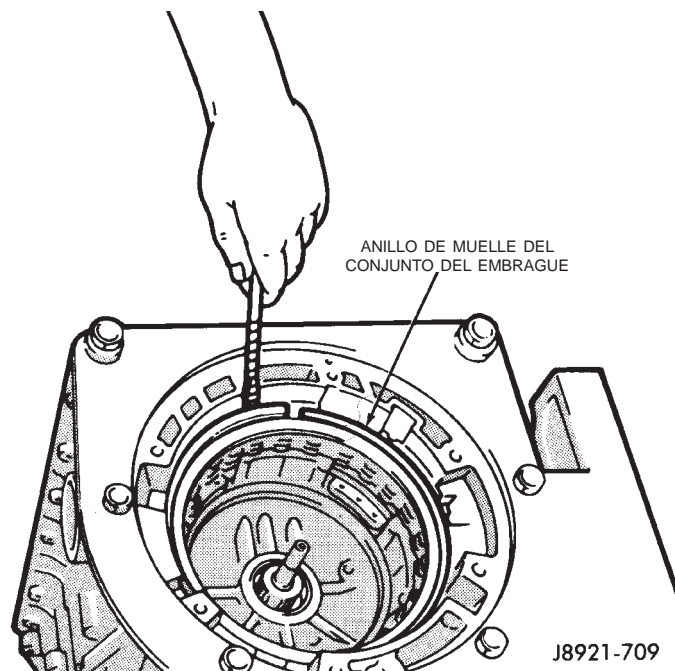

Fig. 163 Instalación del anillo de muelle del freno de sobremarcha
(61) Instale la placa fiadora de anillo gradado, con el lado plano de cara al disco. Luego instale el anillo de muelle del conjunto del freno (Fig. 163).